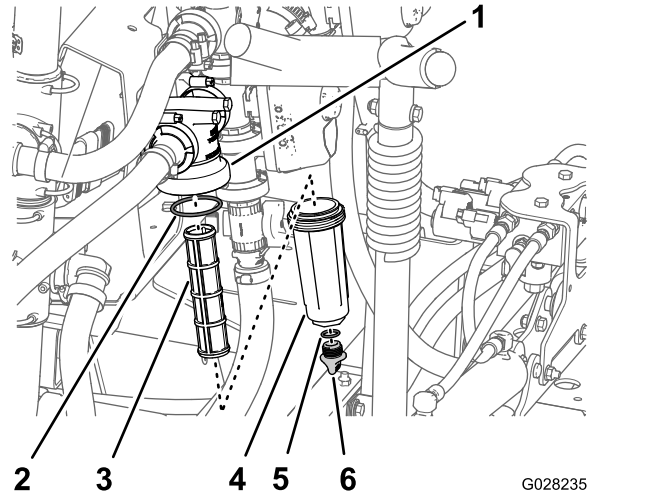

図 51
2. 圧力フィルタの下に受け容器をおく 図 51。
3. 圧力フィルタのボウルについているドレンキャップを左に回して外す 図 51。
4. ボウルを左に回してフィルタヘッドを外す 図 51。
5. 圧力フィルタエレメントを外す 図 51。
7. ドレンプラグのガasketボウルの内側とボウルのガasketフィルタヘッドの内側に傷や破損がないか点検する 図 51。
8. 圧力フィルタエレメントをフィルタヘッドに取り付ける 図 51。
9. フィルタヘッドにボウルを取り付けて手締めする 図 51。
10. ボウルの底部のフィッティングにドレンキャップを取り付けてキャップを手締めする 図 51。